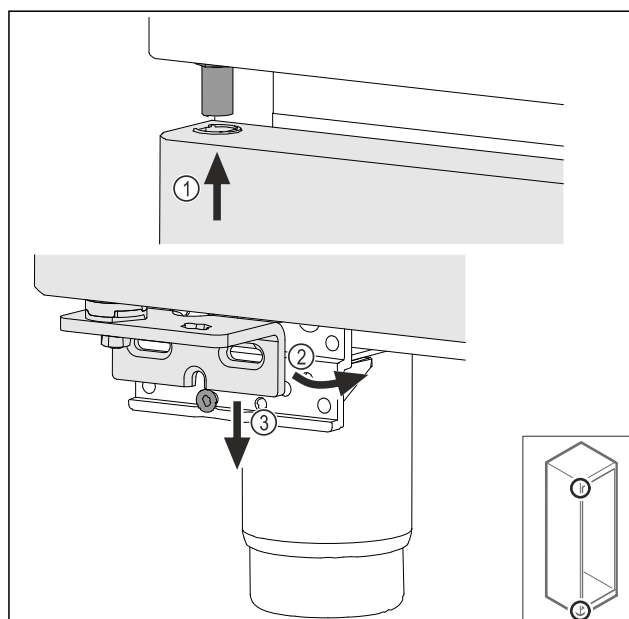

Fig. 37
- Tür leicht gekippt oben einfädeln Fig. 37 (1), Tür gerade ausrichten Fig. 37 (2) und unten auf die Lagerbockschraube Fig. 37 (3) aufsetzen.